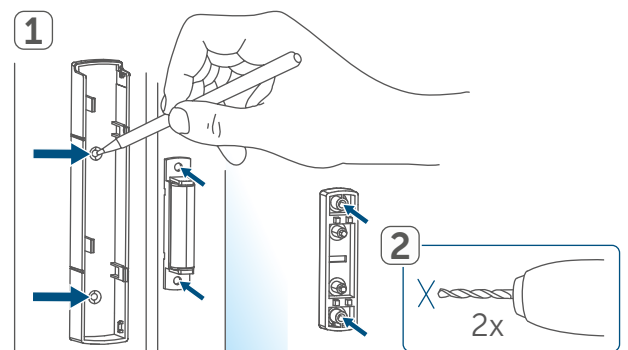

Figure 9
- Détachez le support (A) du module électronique (B) en le poussant vers le haut et en le retirant vers l'avant (→voir figure).
- Insérez deux piles neuves de 1,5 V LR03/Micro/AAA dans le compartiment à piles (F) conformément aux repères de polarité (voir Figure 9).